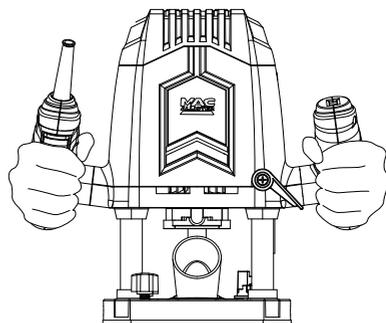

Fig. 24
- > Maintenez la pression sur les poignées [3, 11] et verrouillez en même temps le levier de fixation de la profondeur [16] lorsque la profondeur de coupe désirée est atteinte (Fig. 24).